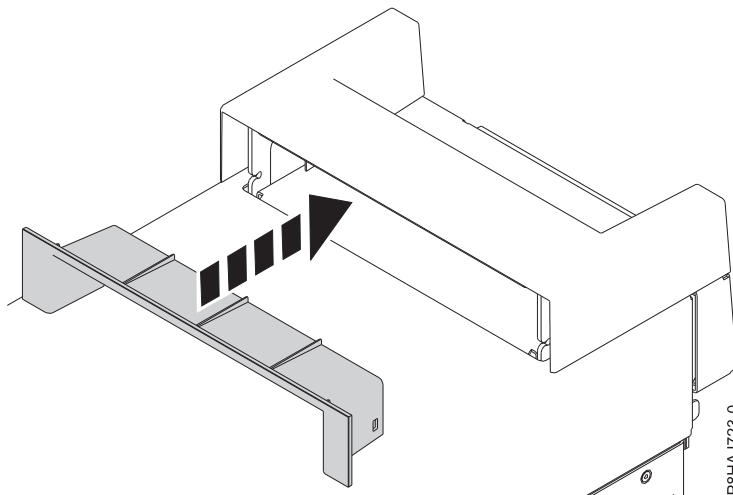

Abbildung 19. Einsetzen des Elements innerhalb der Griffabdeckung bei einem Standalone-System vom Typ 8286-41A
2. Setzen Sie das Element innerhalb der Griffabdeckung ein, indem Sie es fest in die Griffabdeckung drücken (siehe Abb. 19).